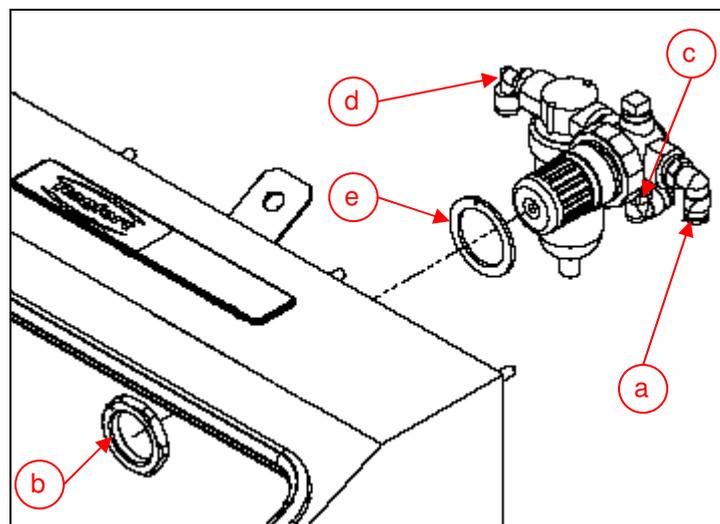

Abb. 4 Wartungseinheit
- Gerät von der Druckluftversorgung am Schlauchnippel (Abb. 4 d) trennen
- Fußschalter Schlauch aus der Push-in Verschraubung (Abb. 4 a) herausziehen.
- Druckluftschlauch zum Manometer aus der Push-in Verschraubung (Abb. 4 c) herausziehen.
- Befestigungsmutter der Wartungseinheit (Abb. 4 b) lösen und Filterreglereinheit (Abb. 4 a) nach hinten aus dem Gehäuse herausziehen.
- Neue Filterreglereinheit mit aufgesetzter Gummidichtung (Abb. 4 e) von hinten in das Gehäuse einsetzen und mit der Befestigungsmutter (Abb.4 b) festschrauben.
- Winkelverschraubungen (Abb. 4 a) mit gelbem Klebestreifen markieren.
- Druckluftschlauch vom Manometer in die Push-in Verschraubung (Abb. 4 c) einstecken.